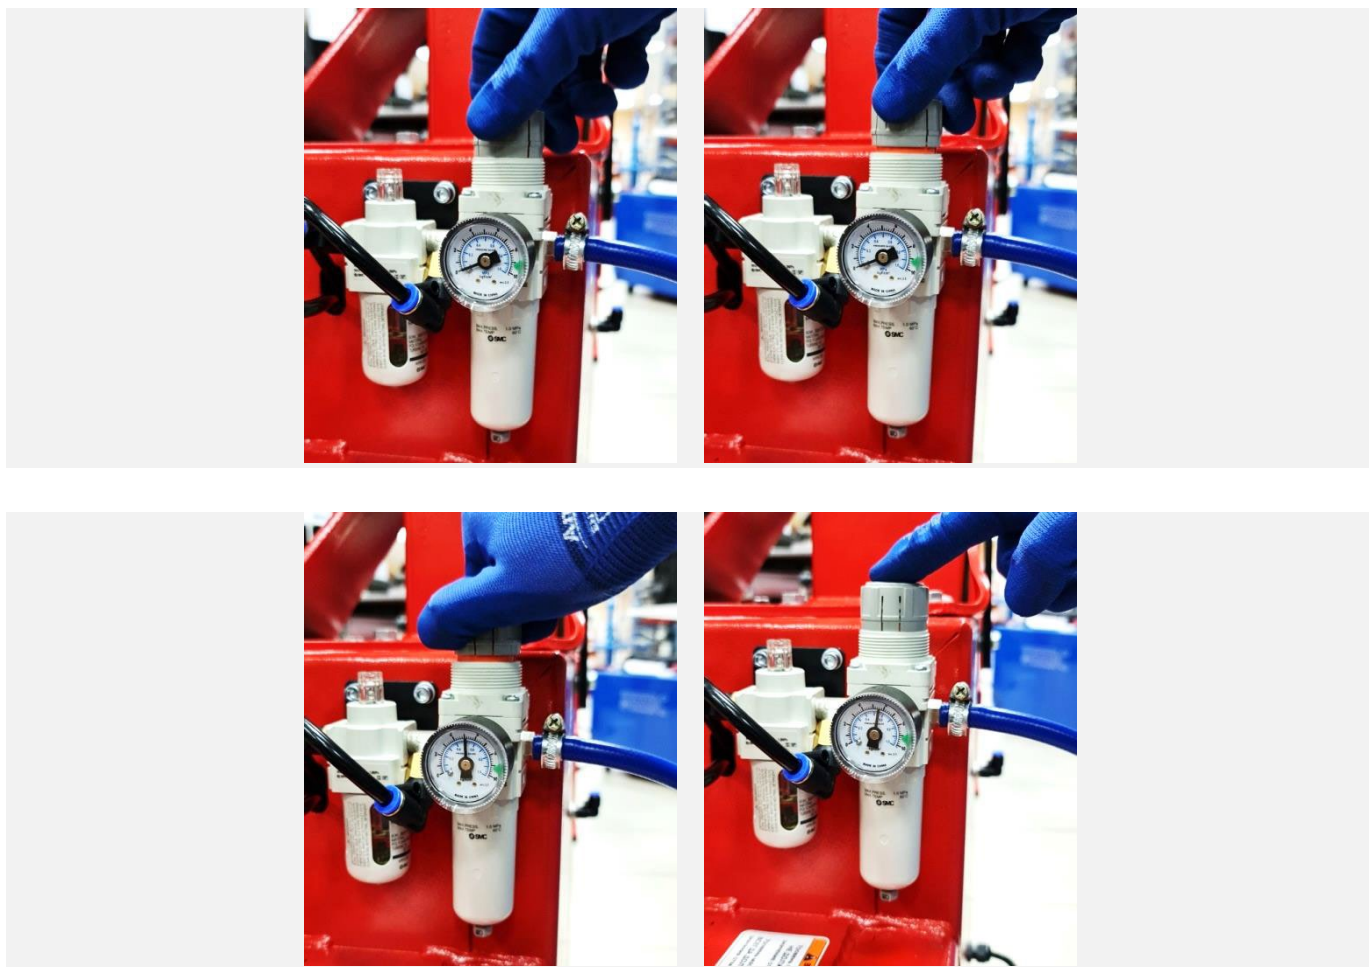

Рисунок 27
7.6.2 Выполнить регулировку давления сжатого воздуха в пневматической системе станка. Для этого поднять колпачок регулятора вверх (см. **Ошибка! Источник ссылки не найден.**27) и, плавно вращая регулятор, установить давление равным 10 бар по показаниям манометра на блоке подготовки воздуха. Заблокировать регулятор давления, опустив колпачок (см. Рисунок 27).